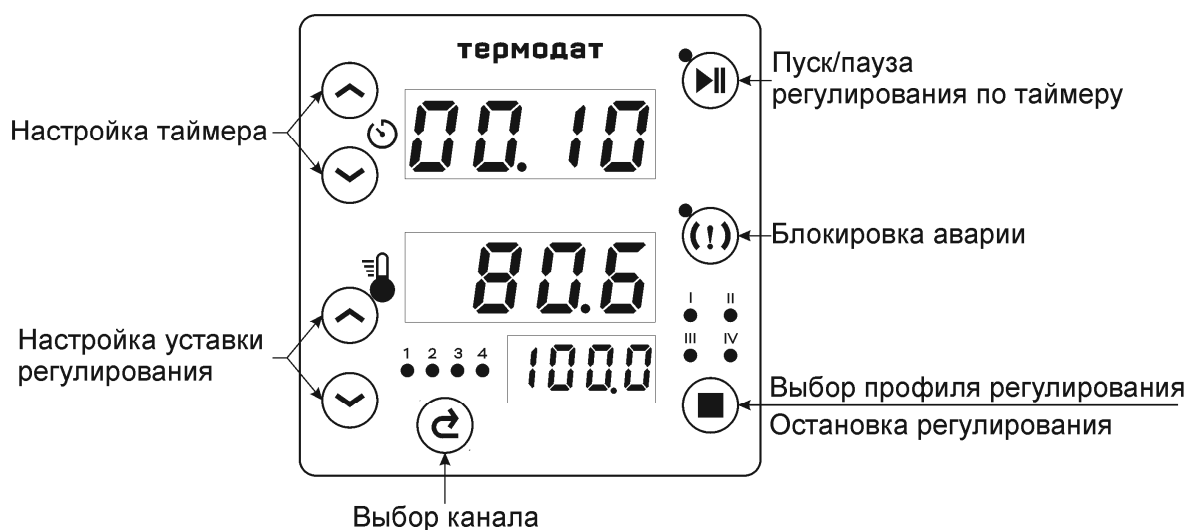

Рисунок 1. Основной режим работы.
Над кнопкой  «Выбор канала» (см. Рисунок 1) расположен ряд одиночных пронумерованных светодиодов. Номер над светодиодом обозначает номер канала. Свечение светодиода указывает на канал, температура которого отображается на индикаторе  в данный момент.
Выбор профиля осуществляется нажатием на кнопку  «Выбор профиля регулирования» (см. Рисунок 1). Профили обозначены светодиодами с номерами I, II, III и IV, расположенными над кнопкой. Горящий светодиод указывает номер текущего профиля, а числовые значения на верхнем и нижнем индикаторах – соответствующие этому профилю: интервал времени и уставка.
3. Для старта авто настройки нажмите и удерживайте кнопку  10 секунд. На среднем индикаторе отобразится параметр авто настройки «A.tun» с начальным значением «OFF» (выключен) на нижнем индикаторе. Далее установите рабочий профиль, для которого будут подбираться коэффициенты. Затем, нижними кнопками  и  выберите один из четырёх режимов для авто настройки: «AP_1», «AP_2», «AP_3» или «AP_4», и нажмите на кнопку  «Пуск» (см. Рисунок 1). Прибор начнет настройку ПИД коэффициентов. В ходе настройки можно выводить на индикатор  все температуры по очереди, переключая каналы кнопкой .
Старт регулирования осуществляется нажатием на кнопку  «Пуск/Пауза» (см. Рисунок 1) или на внешнюю кнопку. При старте включается регулирование на всех каналах, и загорается светодиод рядом с кнопкой . Как только температуры всех каналов достигнут соответствующих уставок, начнётся обратный отсчёт времени на индикаторе . После завершения отсчёта регулирование автоматически выключается на всех каналах. Светодиод рабочего профиля начинает мигать. Прибор переходит в режим паузы завершения.